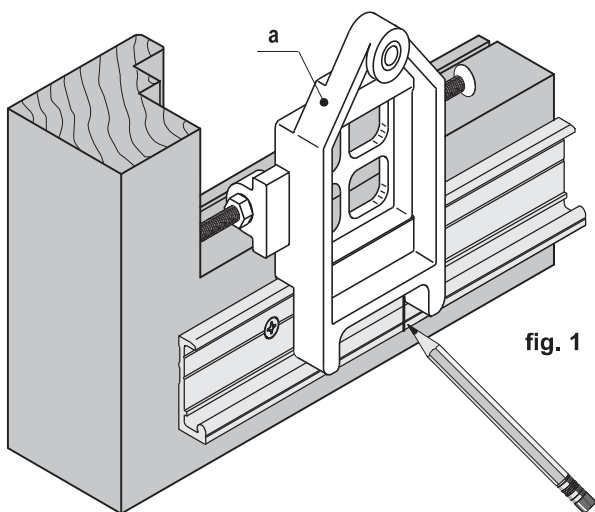

fig. 1
- 1) Regolare la dima art. M02030.00.03 (a) (vedi punto 1 a pag. 22) e posizionarla sul traverso inferiore del telaio in modo che la vite di regolazione laterale sia appoggiata al montante lato maniglia. Segnare una tacca di riferimento (fig. 1).